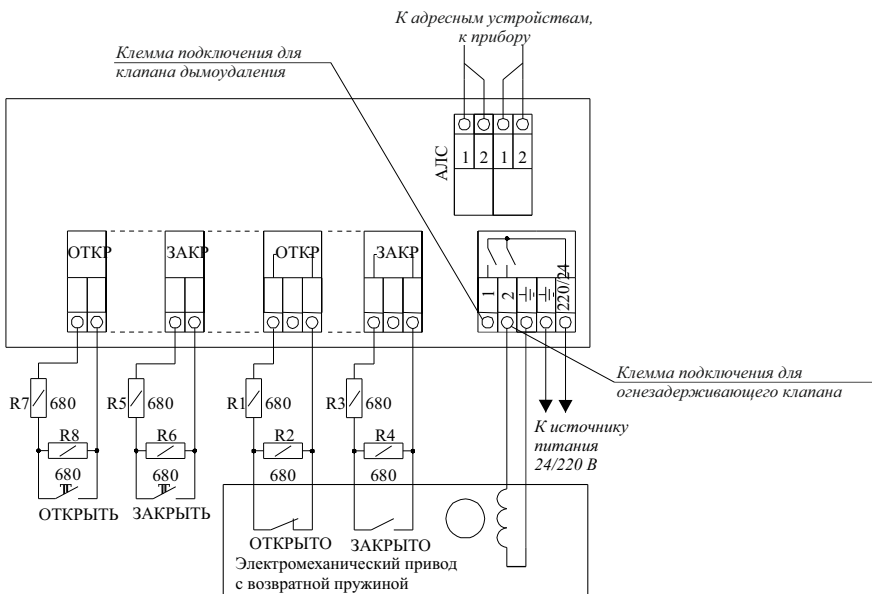

Рисунок 3 (заслонка клапана в положении «Открыто»)
- Привод с возвратной пружиной (рисунок 3)